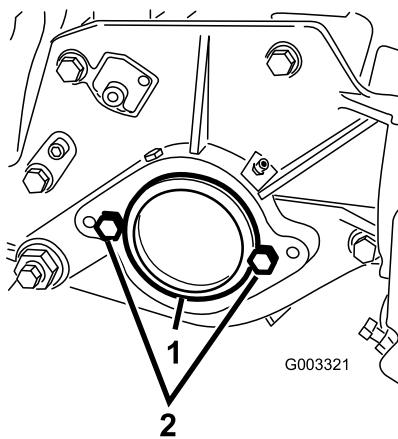

Bild 13
2. Nehmen Sie rechts am Mähwerk den Plastikstöpsel vom Lagergehäuse ab (Bild 13).
3. Nehmen Sie die zwei Kopfschrauben von der rechten Seitenplatte ab (Bild 13).
2. Kopfschraube (2)
5. Schrauben Sie die zwei Befestigungsschrauben für den Spindelmotor lose an der linken Seitenplatte der Schneideinheit fest (Bild 13).